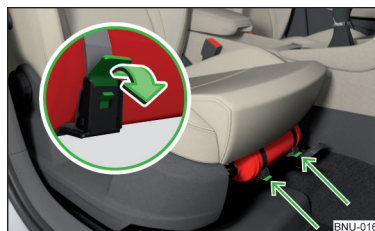

Abb. 316
- › Zum **Abnehmen** des Feuerlöschers die Sicherungen an den beiden Gurten in Pfeilrichtung lösen » Abb. 316 und den Feuerlöscher abnehmen.